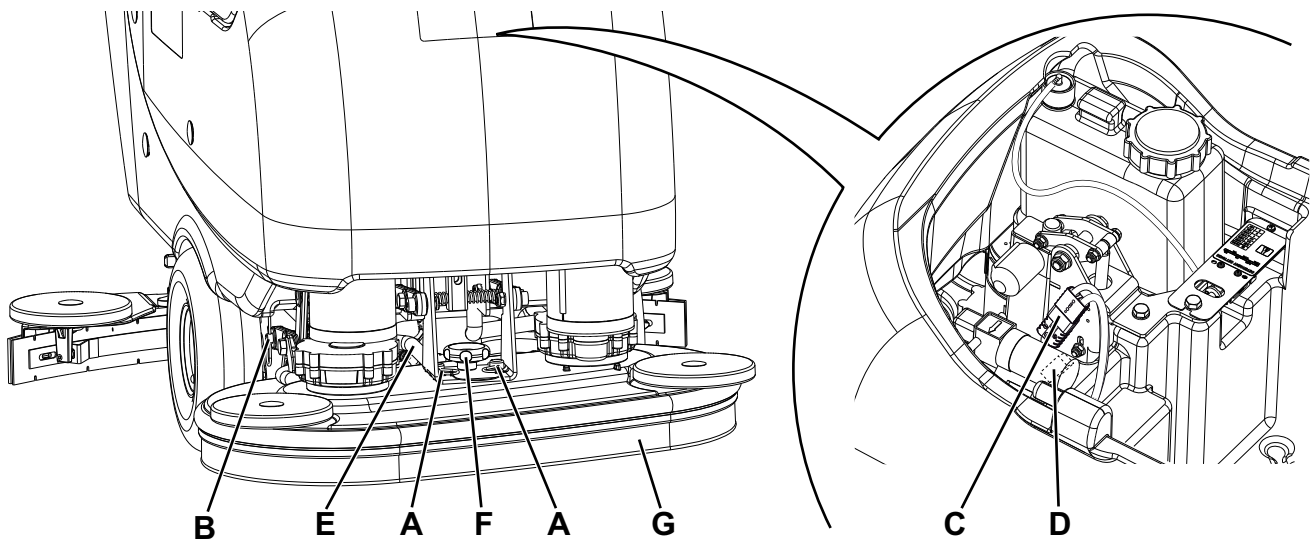

Abbildung 7
3. Zündschlüssel (80) in Stellung I drehen.
4. Schalter (71) betätigen und Bürsten-/Padhalterkopf absenken.
5. Zündschlüssel (80) in Stellung 0 drehen.
6. Sicherungsstifte (A, Abb. 7) und [nur für Bürsten-/Padhalterkopf (18)] Sicherungssplint (B) entfernen.
7. Deckel (22) öffnen und sicherstellen, dass der Schmutzwassertank (21) leer ist. Gegebenenfalls mit dem Ablassrohr (16) entleeren. Den Deckel (22) schließen.
8. Um den Elektroanschluss des Bürstenkopfes zu erreichen, Tank (40) vorsichtig mit dem Griff (41) anheben.
9. Den roten Stecker (C) und (nur für Zylinderbürstenkopf) den weißen Stecker (D) trennen.
10. Das Verbindungsstück (E) von der Leitung der Reinigungslösung abnehmen.
11. Befestigungssterngriff (F) aufdrehen und Bürsten-/Padhalterkopf (G) abnehmen.
- Wird der Zylinderbürstenkopf (19) eingebaut, muss auch der weiße Stecker (D) angeschlossen werden.
- Wird der Bürsten-/Padhalterkopf (18) eingebaut, Hebel mit dem Splint (B) sichern.